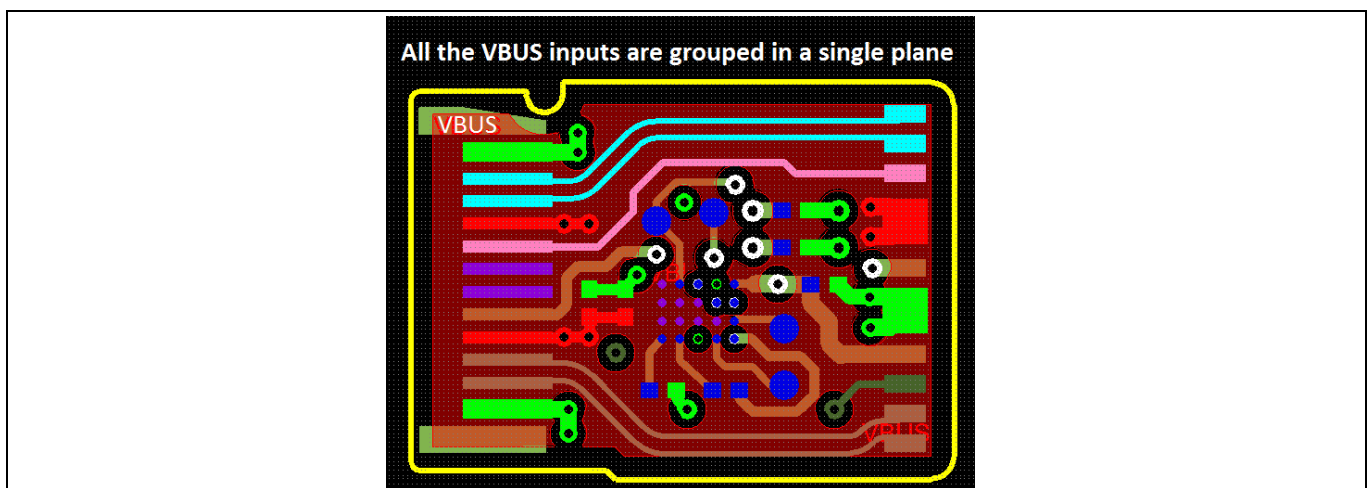

Figure 11 全ての VBUS ピンをグループ化
- Figure 11 に示すように、VBUS ピンをグループ化する (全ての VBUS ピンがビアを使って同じ面に引き出される)